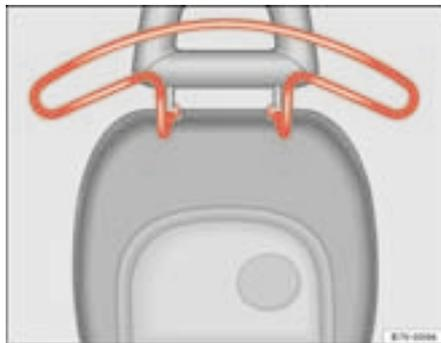

Abb. 108 Kleiderbügel am Vordersitz
- Ziehen Sie den Kleiderbügel³³⁾ von den Stangen der Kopfstütze ⇒ Abb. 108 ab.